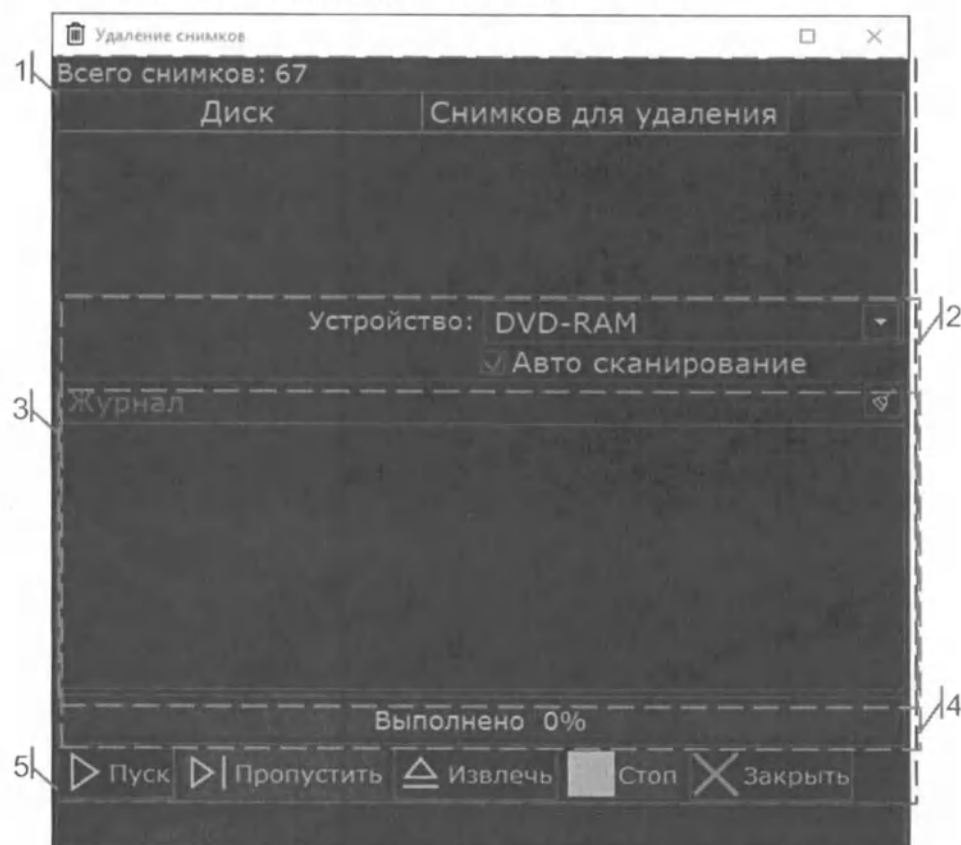

Рис. 29 Внешний вид окна "Удаление снимков"
- Откроется окно «Удаление снимков» (Рис. 29 Внешний вид окна "Удаление снимков")